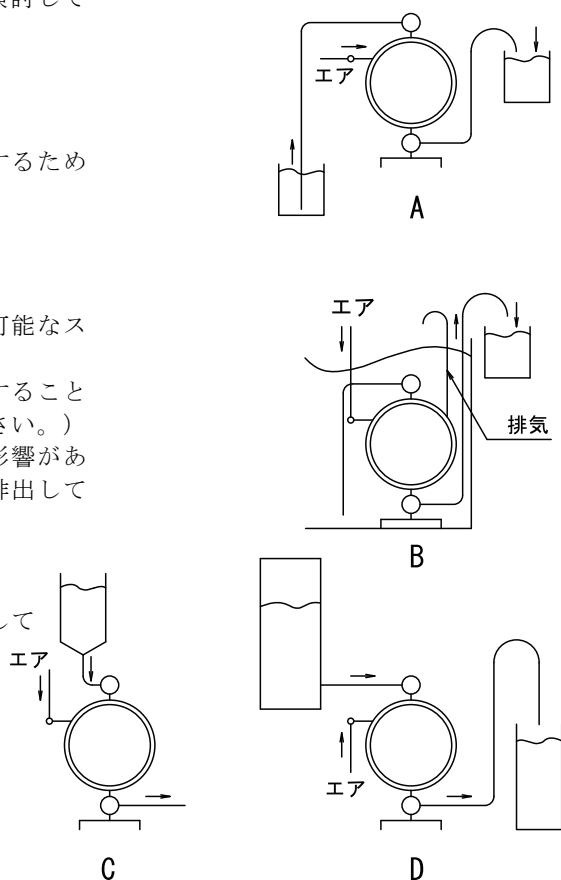

Fig.3.1
- 1) Fig.3.1 A～Dを参考にポンプを設置する適切な場所を検討してスペースを確保してください。